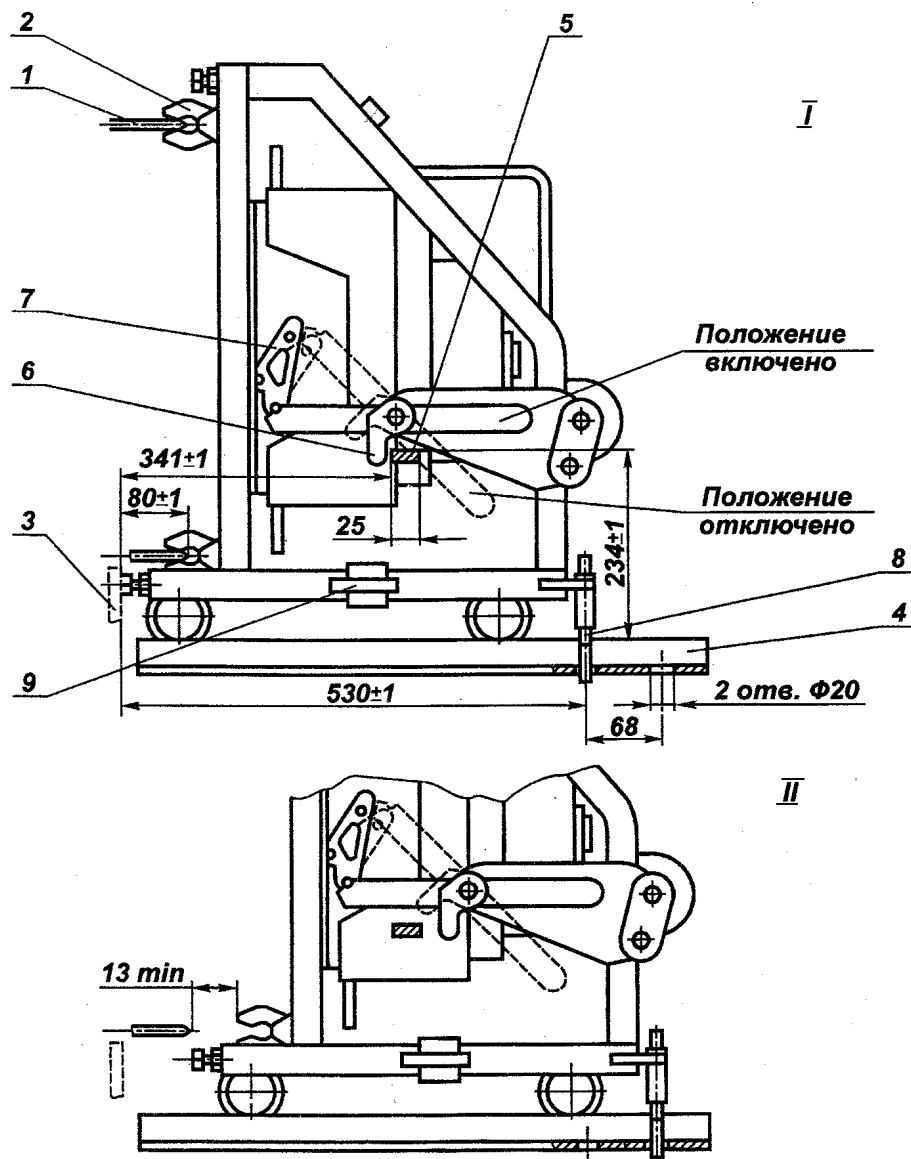

Рис. 13. Выключатель выдвижного исполнения.
- установить выключатель на рельсы в ячейку распределительного устройства и вкатить при помощи вкатного устройства (рис. 12) до упоров. При вкатывании необходимо ролики 6 выключателя вручную довести до касания с опорными скобами 3 ячейки. После этого вращать рукояткой 5 диск 9 с валом на себя, переставляя рукоятку в отверстия до момента фиксации его фиксаторами и захода пальца 7 в паз скобы 1. При вкатывании убедиться, что оси симметрии главных врубных контактов и шин врубных контактов распределительного устройства совпадают по вертикали и по горизонтали и проверить, чтобы не было смещения врубных контактов выключателя с шин распределительного устройства. Проверить соответствие величины захода врубных контактов на шины распределительного устройства с требованиями настоящей инструкции (рис. 13) при фиксации выключателя в рабочем положении.
- включить выключатель (без тока в главной цепи) и проверить блокировку от выкатывания выключателя во включенном положении (рис. 13). При этом врубные контакты не должны сходиться с ровных площадок шин распределительного устройства;
- отключить выключатель, зафиксировать рычаг блокировки в положении "отключено" и выкатить выключатель в контрольное положение. Для выкатывания выключателя необходимо скобу 1 (рис. 12) оттянуть вверх и рукоятку 5 вращать от себя до тех пор, пока шип 7 не упрется в упор 8. После этого выключатель вручную выкатить до момента фиксации его фиксаторами в отверстиях рельс (рис. 13);
- включить выключатель и проверить блокировку от вкатывания выключателя во включенном положении (рис. 13). Расстояние между врубными контактами выключателя и шинами распределительного устройства должно быть не менее 13 мм при касании рычага блокировки упора в ячейке распределительного устройства;
7. Выдвижной выключатель вкатить в рабочее положение и зафиксировать его при помощи специального устройства (рис. 13).